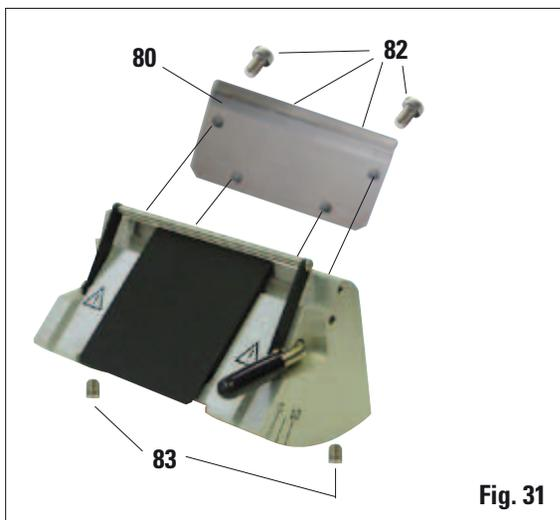

Fig. 31
- Inserire la piastra di spinta (80) e stringere le viti (82) solo in modo tale che la piastra di spinta rimanga mobile.
- Regolare la piastra di spinta con le viti prigioniere (83 - vedi fig. 31) in modo che la superficie di contatto (84) per la lama (77) venga a trovarsi più in alto di ca. 0,1 - 0,2 mm rispetto alla superficie base del portalama (85).